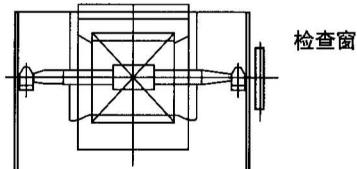

图18
C. 密闭箱接近轴承之处所亦均需开有检查窗，以便于检查及修理(图18)。